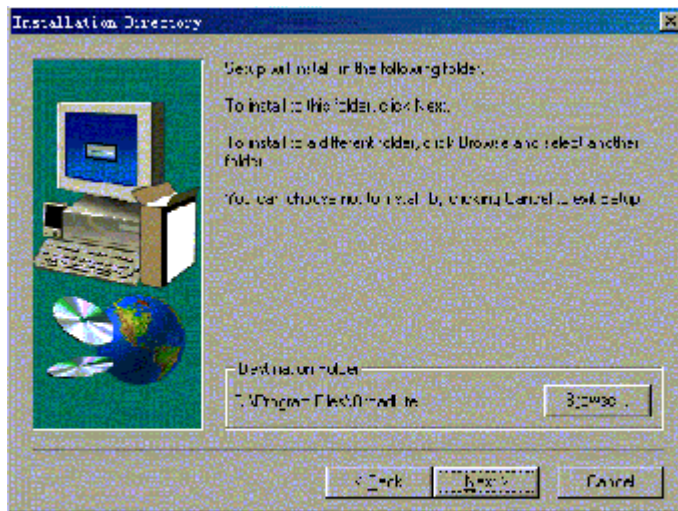

图 9.3 安装目录对话框
(4) 单击【Next】按钮,显示安装目录对话框,如图9-3所示。系统默认目录是:C:\Program Files\Orcad Lite;要改变安装目录,请单击【Browse】按钮,更改设置,如D:\Orcad。